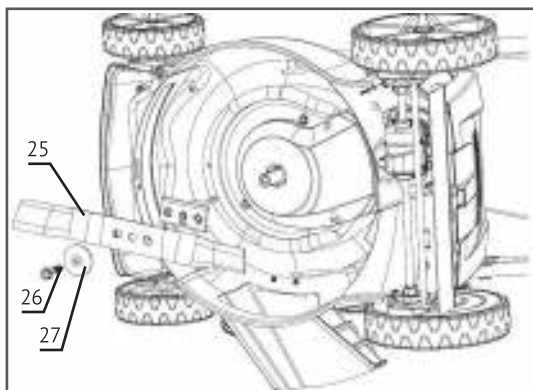

Рис.14
- Для замены используйте оригинальные ножи **HYUNDAI**. Замена производится в следующем порядке (рис. 14):
- открутите болт (26). Для предотвращения проворачивания ножей при раскручивании болта используйте деревянный блок. Для защиты рук рекомендуется использовать прочные перчатки.
- снимите дефектный нож и поставьте новый (25)
- наденьте шайбу (27) правильной стороной на болт (выпуклой стороной в сторону шляпки болта)